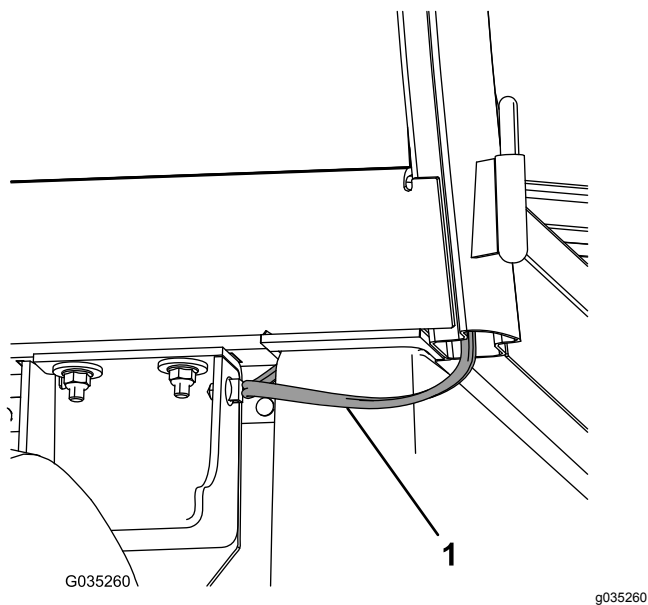

Figur 18
- På maskiner fra 2019 og derefter: Fastgør den nye sikringsblok med de 2 sekskantede skivehovedskrue (#10 x 3/4") og 2 riflede møtrikker (#10) som vist i Figur 18.
2. På maskiner fra 2019 og derefter: Tilslut ledningsnettets hunstik til den nye sikringsblok (Figur 18).